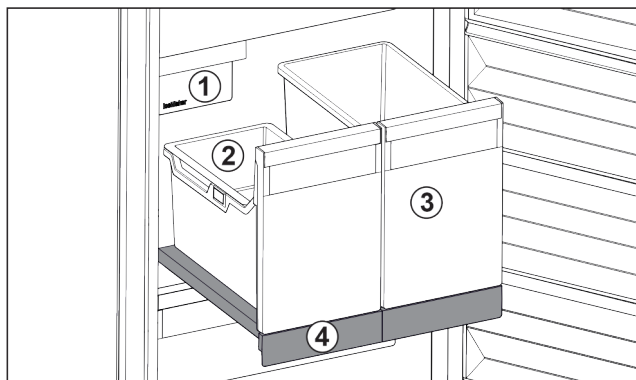

Fig. 79 Utdragshylla med IceTower
- (1) IceMaker
- (2) Hängande fack för istärningar
- (3) Behållare för t.ex. pizza, alkoholhaltiga drycker
- (4) Utdragshylla
Det finns två stora behållare på utdragshyllan (IceTower). I behållaren Fig. 79 (2) lagras och samlas istärningar från IceMaker. Behållaren Fig. 79 (3) är avsedd för förvaring av höga livsmedel som pizzor eller alkoholhaltiga drycker.